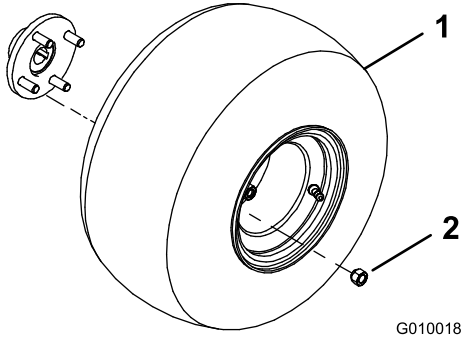

图 3
2. 将车轮总成安装到各个后轮轮毂 图 3。
3. 安装车轮螺母 图 3 并上紧扭矩至 6175N·m。